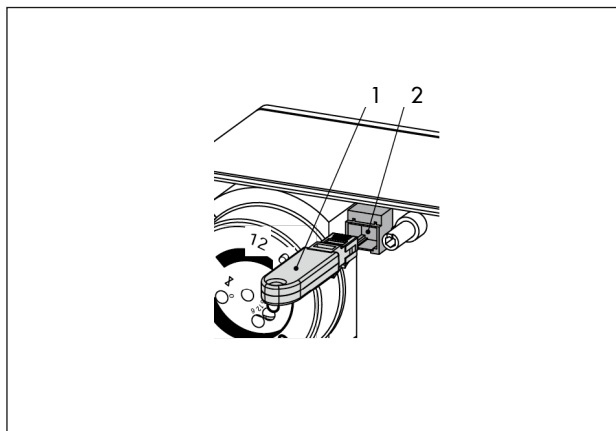

Bild 27: Verbindung Antrieb – Speicherstift
Der Speicherstift wird nach Bild 27 an den Antrieb angeschlossen. Die Vorgehensweise zum Übertragen von Daten ist in der TROVIS-VIEW-Bedienungsanleitung ► EB 6661 beschrieben.
1. Speicherstift mit der seriellen Schnittstelle des Antriebs verbinden (vgl. Bild 27). Die gelbe LED am Antrieb signalisiert, dass das Datenlogging vorbereitet wird (vgl. Kap. 8.4). Sobald sich das Blinkmuster an der gelben LED ändert, werden die Daten im Speicherstift abgelegt.